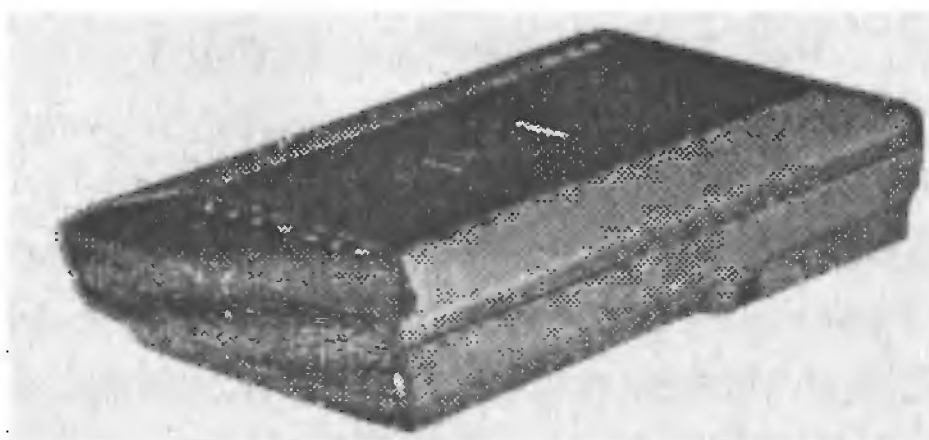

Рис. 3. Canon CanoScan 5600F
Canon CanoScan 5600F (рис. 3)
- продуманная (функциональная и ударопрочная) механическая конструкция (рис. 3);